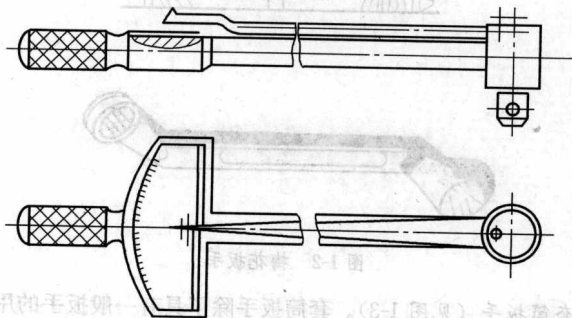

图 1-4 扭力扳手
(4) 扭力扳手（见图 1-4）。扭力扳手是能够控制扭矩大小的扳手，由扭力杆和套筒头组成。凡是对螺母、螺栓有明确规定扭矩的（如气缸盖、曲轴与连杆的螺栓、螺母等），都要使用扭力扳手。在扭紧时指针可以表示出扭矩数值，通常使用的规格为 $0 \sim 300\text{N} \cdot \text{m}$ 。